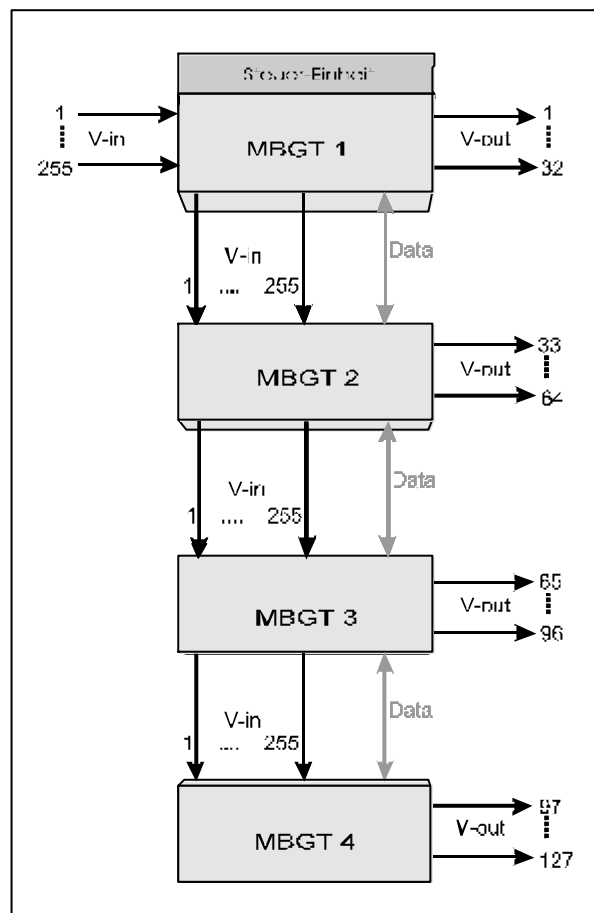

Abbildung 9: Aufbau mit mehreren MBGT
Um die Videomatrix von 32 Video-Ausgängen auf bis zu 127 Video-Ausgängen zu erweitern, sind weitere MBGT wie in Abbildung 9 aufgezeigt nötig.
- und die RS485-Schnittstellen aller MBGT an der Grundeinheit (Steuer-Einheit + MBGT 1) angeschlossen sein (Abbildung 9).